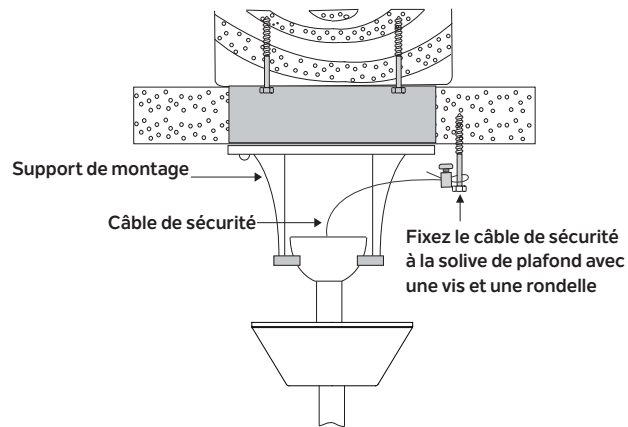

Fig. 10
**Étape 1.** Fixez la vis à bois et les rondelles fournies à la solive de plafond, à côté du support de montage. (Fig. 10)